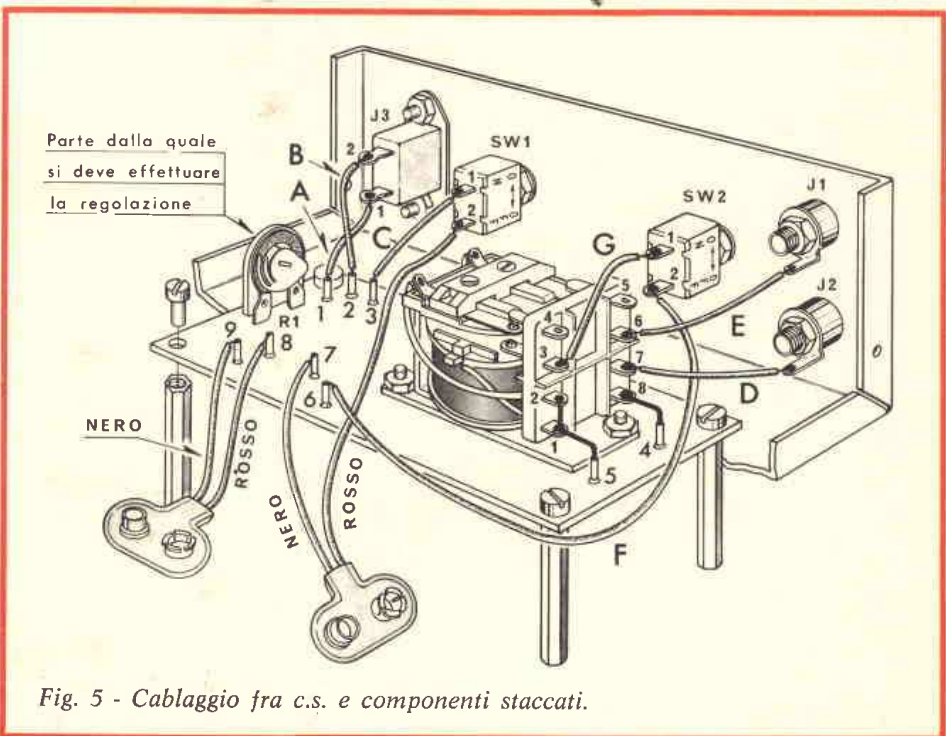

Fig. 5 - Cablaggio fra c.s. e componenti staccati.
- Montare il relè orientandolo secondo il disegno e fissandolo mediante due viti del \varnothing 3 x 6 mm con relativi dadi. (Vedi particolare in fig. 5).
- Collegare i terminali 1 e 2 del relè all'ancoraggio 5 del circuito stampato mediante uno spezzone di filo il più corto possibile - fig. 5.
- Montare i quattro distanziatori esagonali al circuito stampato mediante quattro viti del \varnothing 3 x 6 mm - fig. 5.
- Montare i due interruttori SW1 - SW2 orientandoli secondo il disegno - fig. 5.
III FASE - Cablaggio Fig. 5
- Regolare il cursore del potenziometro semifisso R1 in senso antiorario - vedi fig. 5.